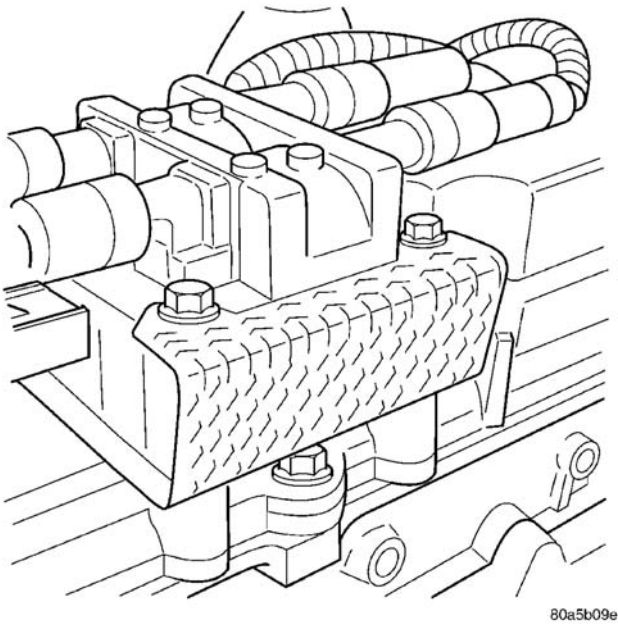
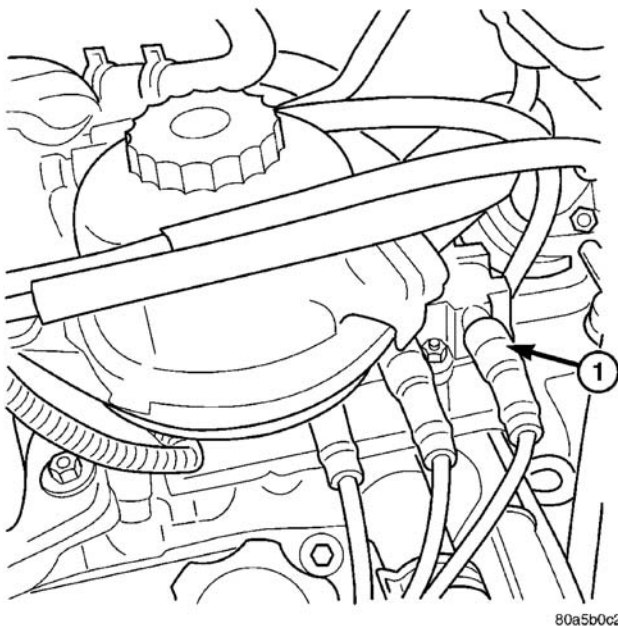

图 9 点火线圈-2.4L
图 10 点火线圈-3.3/3.8L
如果要把拆下的传感器重新安装回去，请清除传感器表面的旧垫片。安装之前必须把新垫片连接在表面上。检查 O 形环是否损坏，视需要加以替换。如果要替换传感器，请确定将纸制隔环连接至表面，而且要把 O 形环放到新传感器的凹槽上（图 9）。
点火线圈组件由模制在一起的 2 或 3 个独立线圈组成（图 9）或者（图 10）。3.3/3.8L 的线圈组件装配在进气歧管上。2.4L 的线圈组件装配在气缸盖罩上。火花塞高压线从线圈连接到各气缸。
- (1) 断开蓄电池负极电缆。
- (2) 从线圈组上断开电线插接器。
- (3) 拆卸线圈组固定螺栓。
- (4) 拆卸线圈组与隔热层（图 9）。